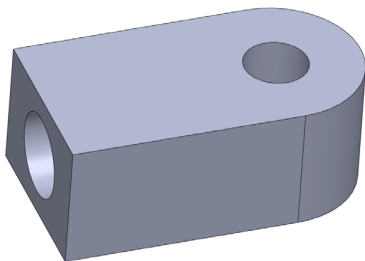

图 6-35 打开素材模型
(1) 单击常用工具栏中的【打开】按钮, 打开一幅素材模型, 如图 6-35 所示。